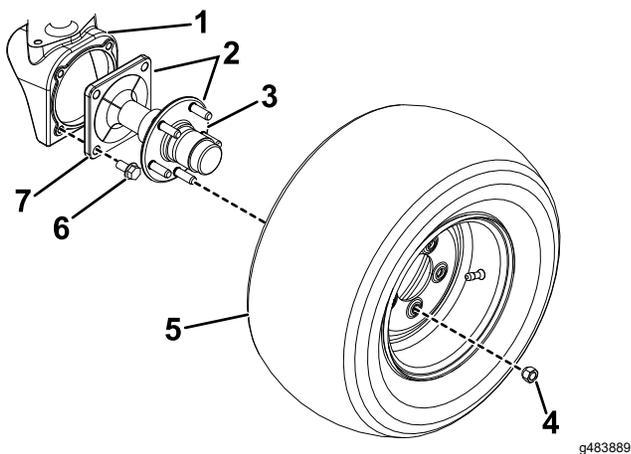

Figura 1
2. Remova as 5 porcas de roda fixando cada pneu traseiro ao eixo do cubo da roda (Figura 1). Retire os pneus.
3. Remova os conjuntos do cubo do eixo da caixa da roda ao retirar os 4 parafusos flangeados que os prendem no devido lugar (Figura 1).